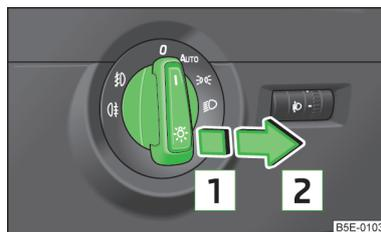

Abb. 29
- Den Lichtschalter in Stellung **AUTO** oder  $\text{☾}$  bzw.  $\text{☾}$  » Abb. 29 drehen.
- › Den Lichtschalter in Stellung **AUTO** oder  bzw.  » **Abb. 29** auf Seite 50 drehen.